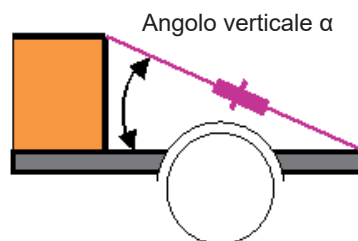
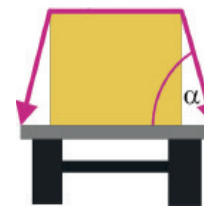

Fig. 1: Angolo verticale α
Fig. 3:
- α = angolo verticale (angolo tra il piano di carico e il braccio catena – Fig. 1 e Fig. 3)